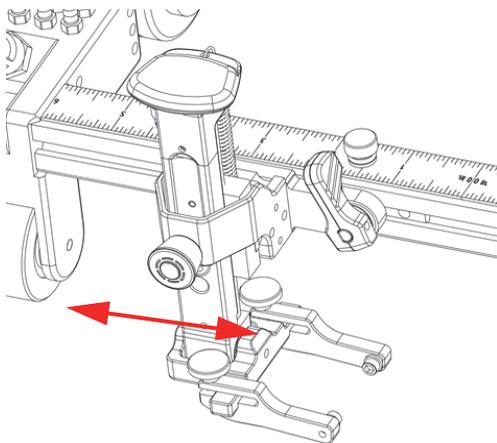

Рис. 2-15 Сдвиг держателя ПЭП
2. Сдвиньте держатель ПЭП до желаемого положения (Рис. 2-15 на стр. 56).